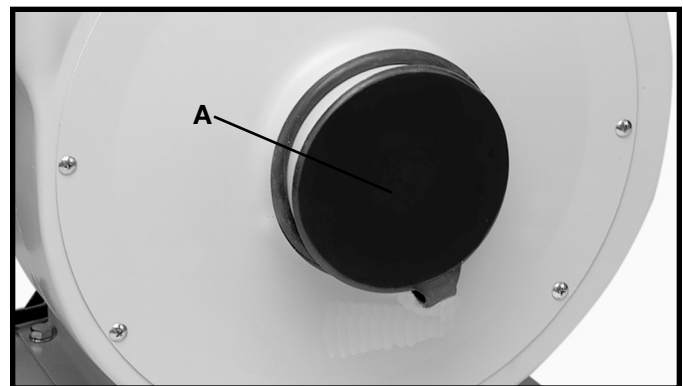

Fig. 31
4. **⚠ ADVERTENCIA** Asegúrese siempre de que la tapa de la entrada (A), Fig. 31, cubra el orificio de entrada cuando la manguera no esté conectada a la máquina.